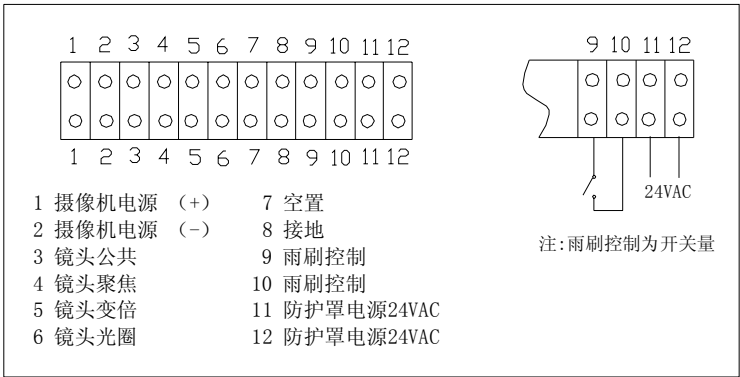

图 2
- 6. 将摄像机同步线连接，摄像机镜头线、电源线与接线端子连接，见图 2。